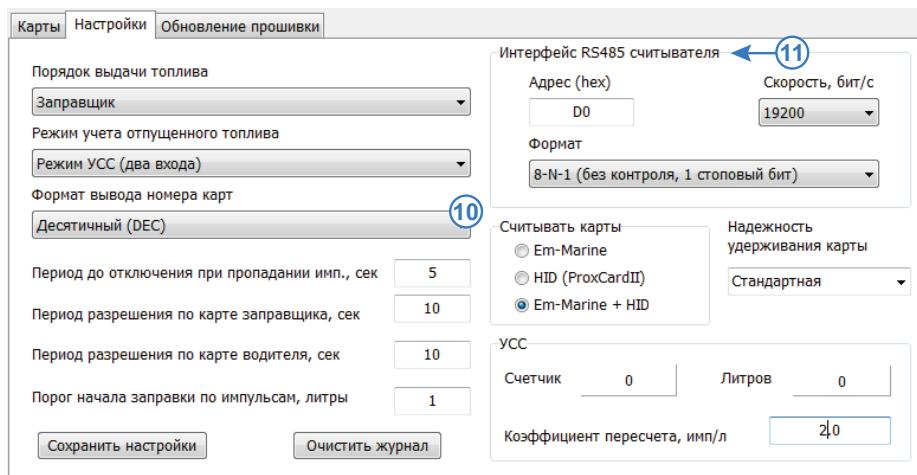

Рис.15. Настройка подключения ТРК к БК «АвтоГРАФ».
10. Формат вывода номера карт (Рис.15, п.10) – формат передачи номера карты контроллеру «АвтоГРАФ» в отчетах: десятичный (DEC), шестнадцатеричный (HEX) или шестнадцатеричный (HEX) с кодом производителя карты.
11. Настройка интерфейса RS-485 ТРК (Рис.15, п.11)